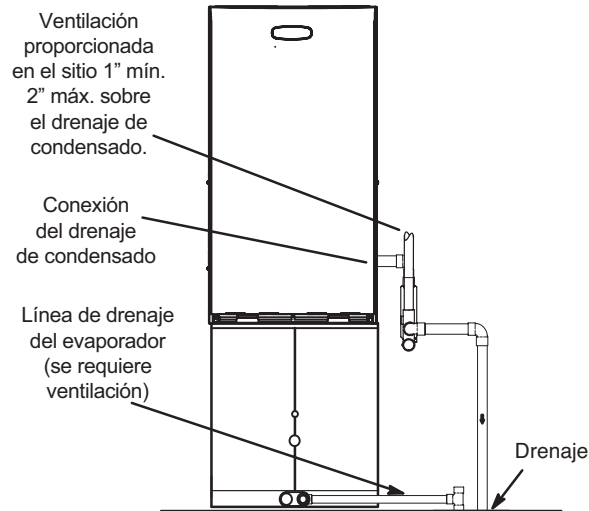
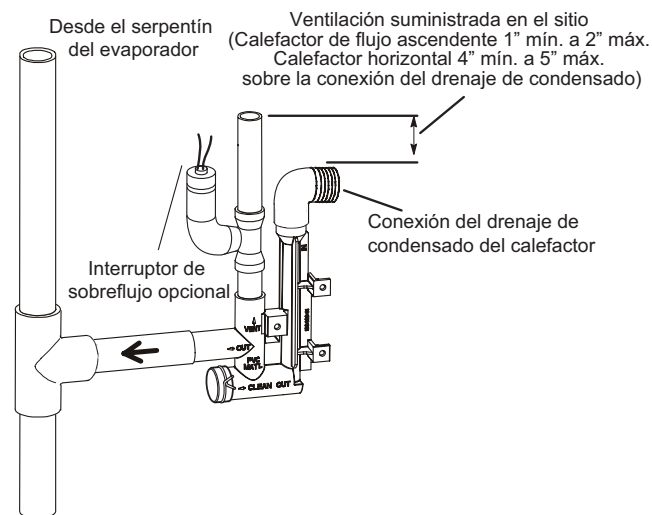

FIGURA 46
FIGURA 48
- 5 - La FIGURA 46 muestra el calefactor y el serpentín del evaporador usando un drenaje separado. Si es necesario, la línea de condensado del calefactor y del serpentín del evaporador se pueden drenar juntas. Ver la FIGURA 47 y la FIGURA 48. La ventilación proporcionada en el sitio debe ser de un largo mínimo de 1" hasta un largo máximo de 2" arriba de la conexión de la salida de drenaje de condensado.